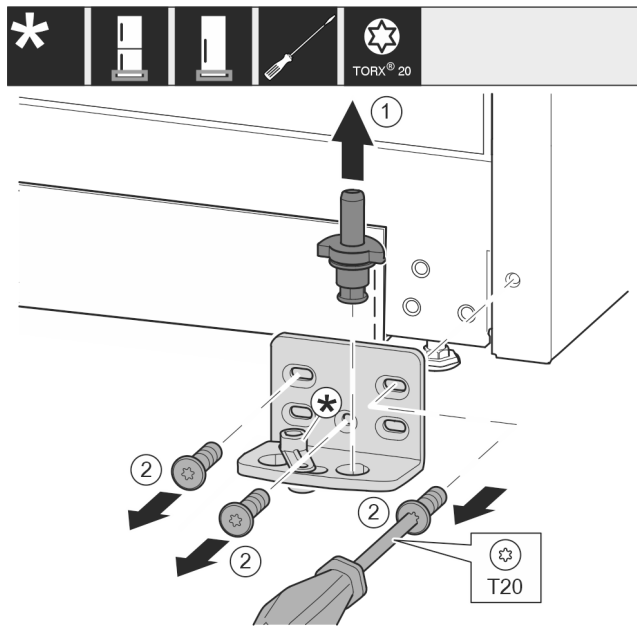

Fig. 14
- Τραβήξτε έξω ολόκληρο τον πείρο Fig. 14 (1) προς τα επάνω.
- Ξεβιδώστε τις βίδες Fig. 14 (2) με κατσαβίδι και αφαιρέστε το στήριγμα.